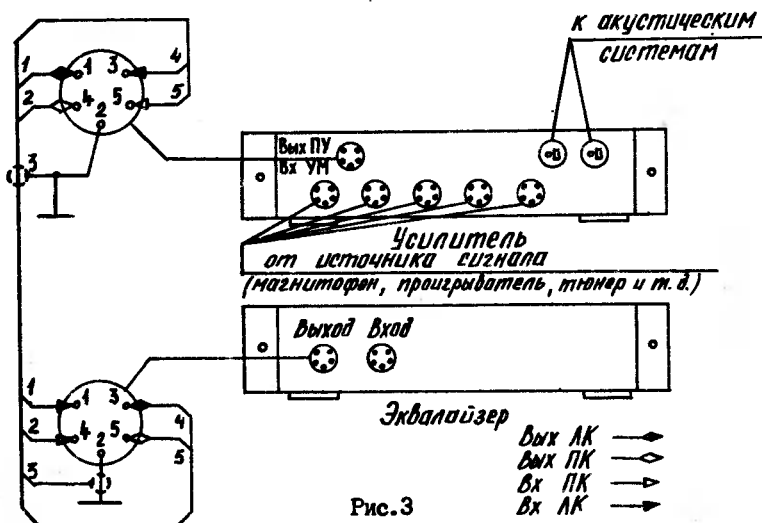

Рис.3
7.1. Эквалайзер "Электроника 320" предназначен для совместной работы с полным усилителем, имеющим выход предварительного усилителя и вход усилителя мощности. Схема подключения эквалайзера к усилителю приведена на рис.3.